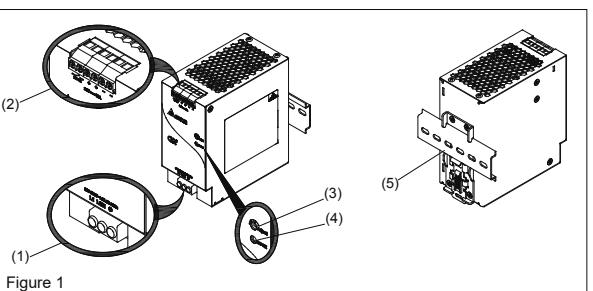
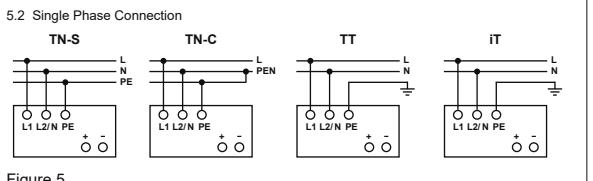

Figure 1
Figure 5
5.2. Anschluss der Ausgangsklemmen (Abb. 1, Abb. 5)
Bei Wechselstromeingangsverbindungen müssen die L1-, L2/N- und PE-Anschlüsse am Eingangsklemmverbinder (siehe Abb. 5) zum Herstellen der Verbindung für 2 x 200-500Vac verwendet werden. Um einen einphasigen 200-277Vac-Anschluss herzustellen, muss N mit der L2/N-Klemme verbunden sein. Abb. 5 zeigt den Anschluss an die unterschiedlichen Netztypen.
#### 2. Device description (Fig. 1)